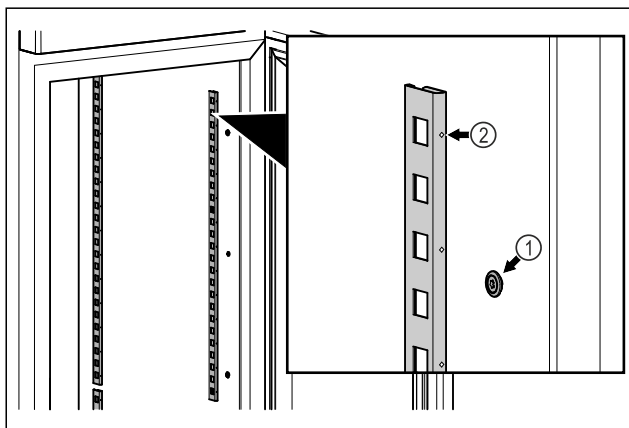

Fig. 48 Näitlik kujutis
- ▶ Haakige fikseerimisliistud rippkinnituse Fig. 48 (1). Märkistus Fig. 48 (2) peab olema ettepoole suunatud.